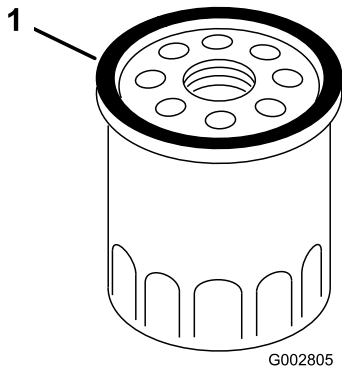

Figure 27
7. Avec les doigts, appliquez de l'huile sur le joint du filtre neuf (Figure 27).